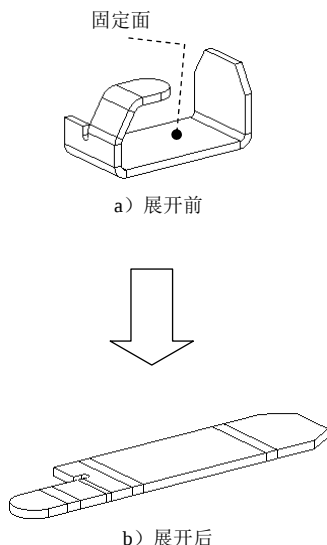

图 11.11.2 创建钣金展开
用展平命令将三维钣金件展平为二维的平板，如图 11.11.2 所示。
Step2. 定义固定面。在“展平”操控板中单击  按钮，在系统  选择要在展平时保持固定的曲面或边。的提示下，选取图 11.11.2 所示的表面为固定面。